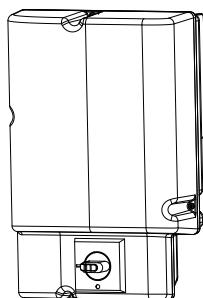

Fig. 1
Eine typische Booster für Bodengestellt Installation ist in fig. 1 gezeigt
- schalten (Fig. 1).
1. Den Hauptschalter an der Kontrollbox abschalten (Fig.1)